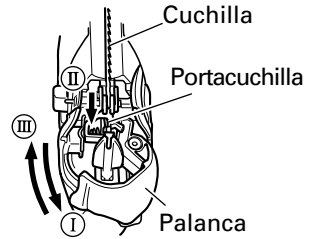

Fig. 3
- (1) Abra la palanca hacia arriba, hasta el tope. (Fig. 3-I)
- (2) Desmonte la cuchilla.
- (3) Inserte la cuchilla nueva hasta el tope del portacuchilla. (Fig. 3-II)
- (4) Cierre la palanca. (Fig. 3-III)